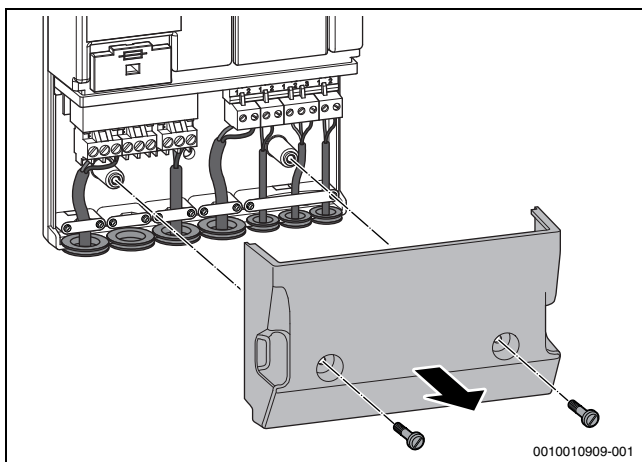

Bild 43 Funktionsmodul öffnen
- ▶ Abdeckung des Funktionsmoduls entfernen (→Bild 43).